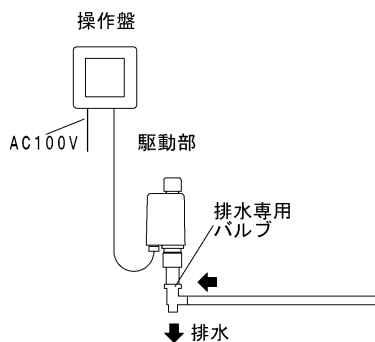

図2
- ・ドレン専用バルブ(LD2 または LD3)を接続した場合は、給水にすると排水専用バルブが閉栓し排水を止め、凍結予防(水抜)にするとドレン専用バルブが開栓し配管内の水を排水します(図2)。